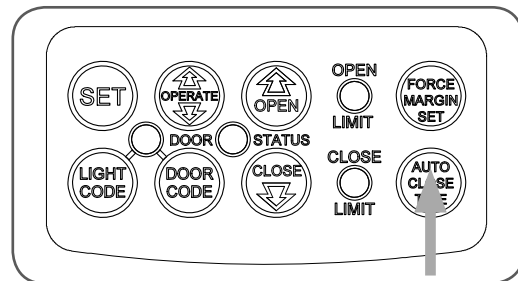

fig 31
- Hold down the AUTO CLOSE TIME button (Fig. 31).